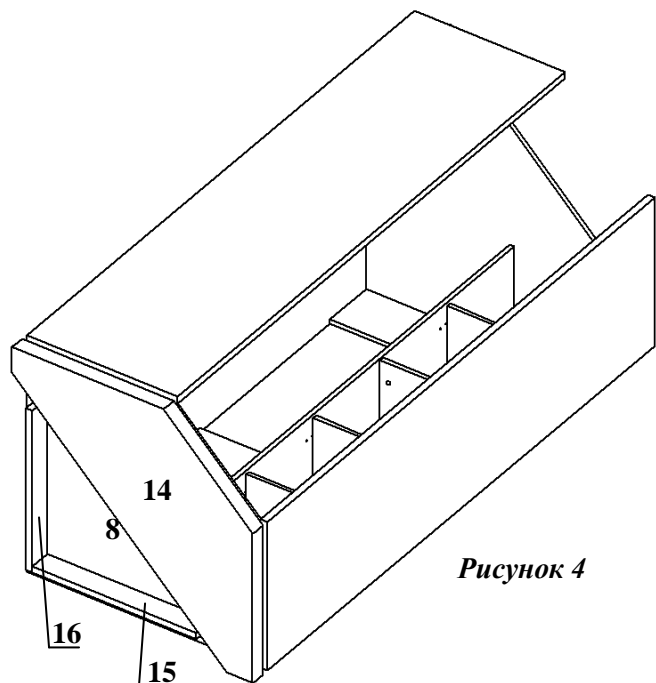

Рисунок 4
6. Прикрепить с помощью евроинтов 70 мм утолщение цоколя 9 и цоколь 14 к нижней горизонтали 8 (см.рис.4).